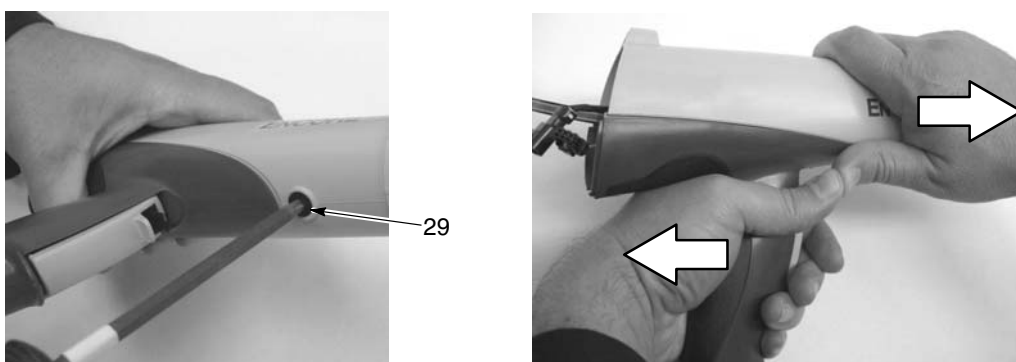

Figura 6-3 Demontarea corpului pistolului de mâner
4. Vezi Figura 6-3. Scoateți șurubul din plastic negru (29) din corpul pistolului.